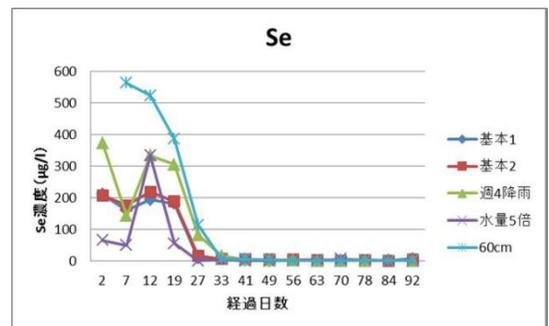

図2 降水日数とセレン流出濃度との関係
- 純水を流し始めてから、すべての元素で流出濃度が全体的に高くなり、その後排出される濃度が低下して環境基準を下回る結果となった。図2にSeの例を示す。